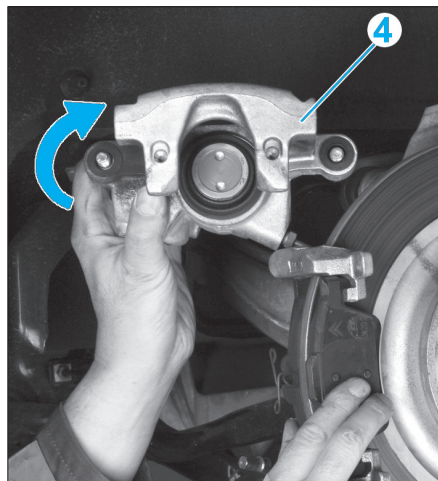

Fig. 15
- Ecarter l'étrier de frein (4) (Fig.15).